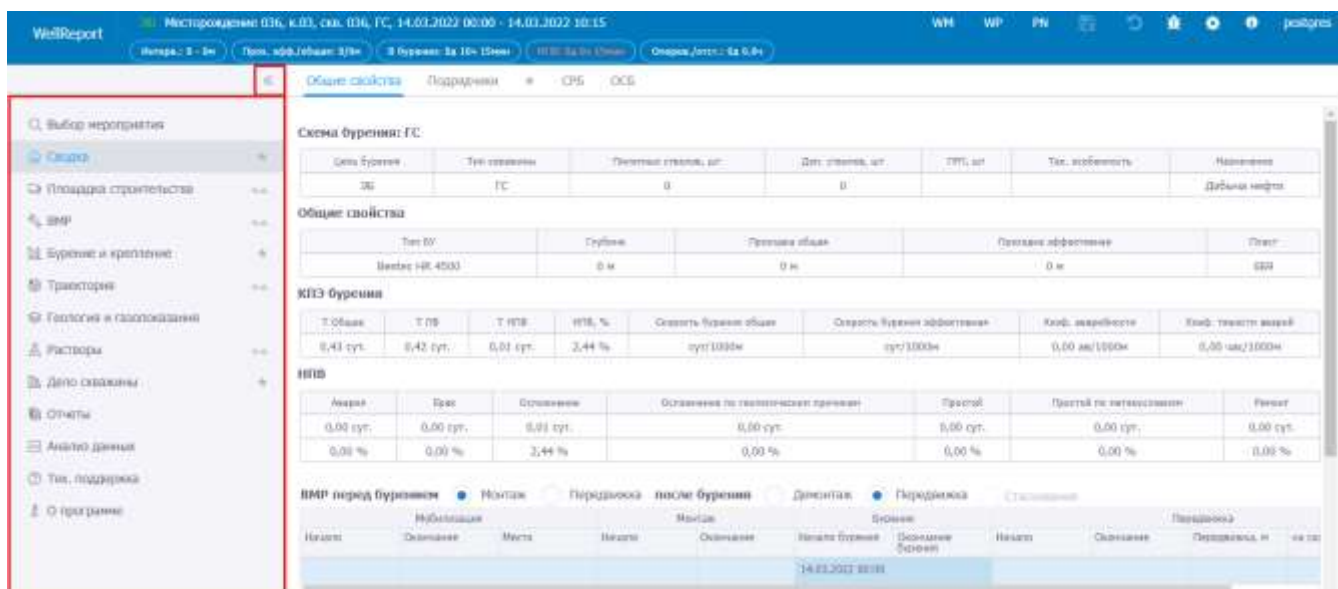

Рис. 2.9
2. ПАНЕЛЬ РАЗДЕЛОВ - содержит вкладки разделов, управляющих работой программы. Щелчок мыши по названию раздела осуществляет переход в его рабочую область. Полный список разделов становится доступен после выбора мероприятия (рис. 2.9). Краткое описание назначения разделов, используемых при работе с программой «WellReport», представлено в таблице 2.1. Список разделов можно свернуть, нажав сбоку на кнопку «⏪». В данном случае рабочая область программы имеет следующий вид (рис. 2.10).